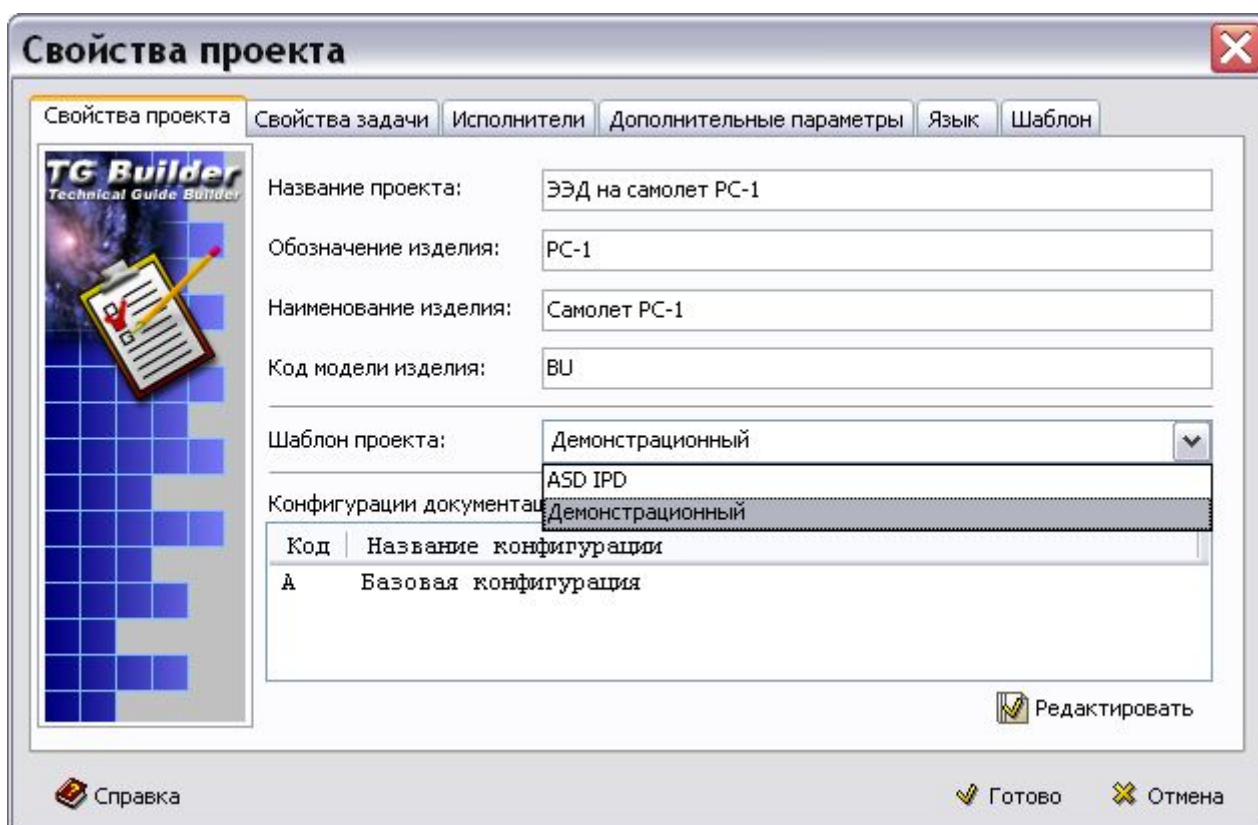

Рис. 2.37
3. На вкладке **Свойства проекта** нажмите на кнопку , расположенную справа от поля ввода **Шаблон проекта**. После этого откроется выпадающий список, содержащий доступные шаблоны. (Рис. 2.37).